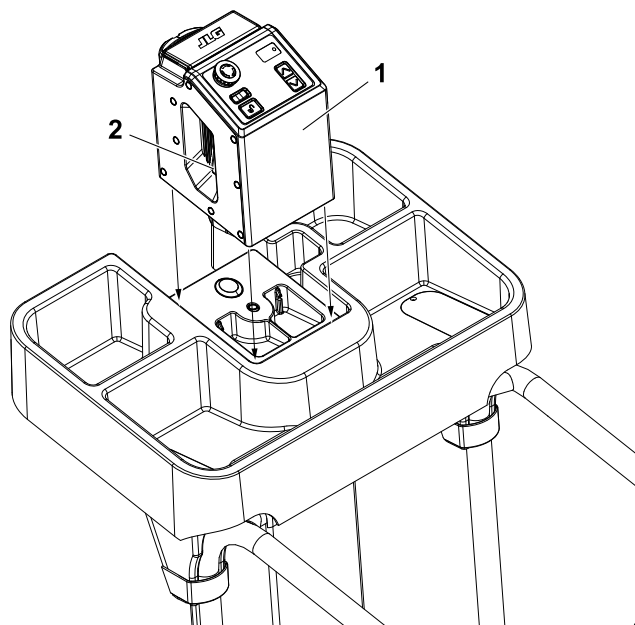
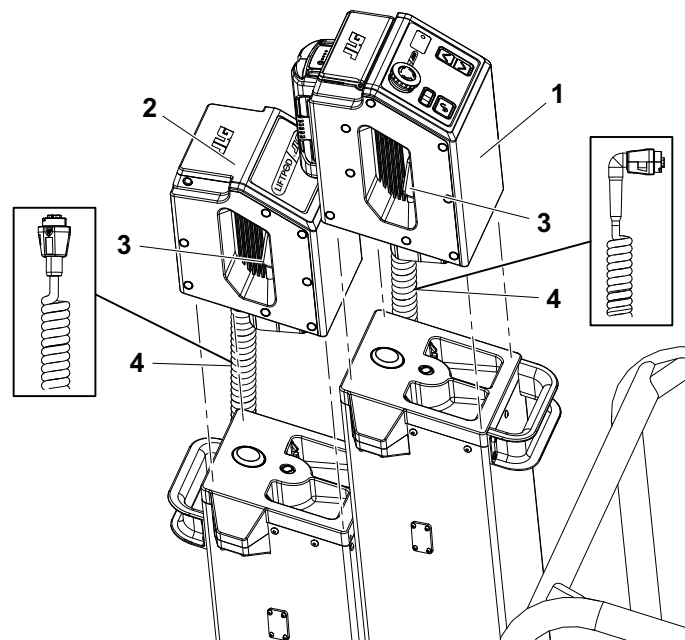

Figura 3-13. Instalação de unidade de controle de pacote de energia (FT70)
Figura 3-14. Instalação do pacote de energia (FT140)
(Consulte a Figura 3-13. e a Figura 3-14. para instalação. e também a Seção 3.6 na página 3-24 para uma descrição completa do PowerPack)
1. Para instalar a Unidade de controle (1) na parte superior do mastro, segure com ambas as mãos e aperte as alças de trava (2) de cada lado da unidade de controle.
2. Coloque a unidade de controle (1) no topo do conjunto do mastro e alinhe o eixo de transmissão (sextavado), abaixe até que ele esteja totalmente acomodado na tampa superior do mastro, solte as alças de trava em cada lado.
NOTA: *(Consulte a Figura 3-14.) As máquinas FT140 usam uma unidade de controle (1) para o conjunto de mastro FT70 e uma unidade de acionamento (2) para o conjunto de mastro FT140. Recomenda-se instalar a unidade de acionamento de mastro FT140 primeiro, sem a bandeja de ferramentas instalada.*
Monte a unidade de acionamento e a unidade de controle igual às etapas 1 e 2 acima. Conecte a unidade de controle à unidade de acionamento utilizando o cabo de conexão fornecido (item 4 — Figura 3-14.). Cada extremidade está ligada a um plugue de trava de giro, pressione e gire até apertar.